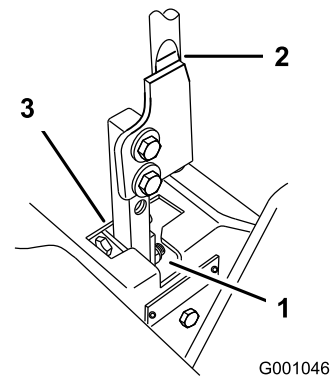

Figura 68
5. Mueva la palanca a la posición de punto muerto, pero **no a la posición de bloqueo** (Figura 68).
6. Tire hacia atrás de la palanca hasta que el pasador (en el brazo debajo del eje pivotante) entre en contacto con el extremo de la ranura (empezando justo a tensar el muelle) (Figura 68).
7. Compruebe la posición de la palanca de control con relación a la muesca de la consola (Figura 68). Debe estar centrada para que la palanca pueda girar hacia fuera a la posición de bloqueo/punto muerto.